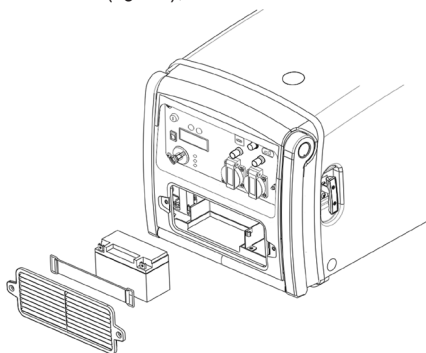

Fig. 29 – Removendo a tampa de proteção da bateria
1. Solte os parafusos e remova a tampa de proteção da bateria (fig. 29);